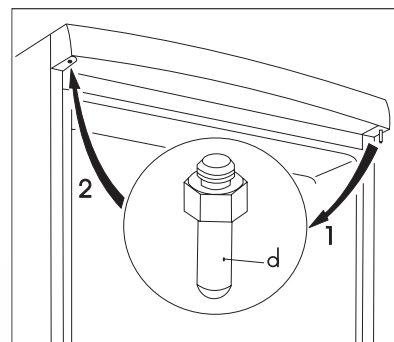

рис.1.
- Вывинтите верхнюю дверную петлю (d) холодильного отделения и снова привинтите её на другой стороне (рис. 1).